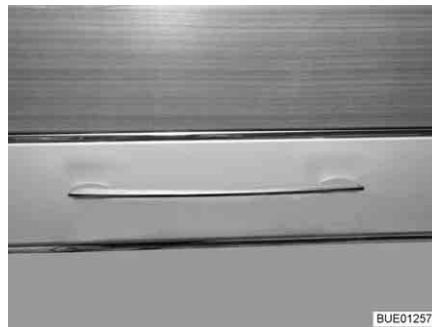

Fig. 35 Abattant de placard avec poignée (exemple)
- Tirer sur la poignée (Fig. 35) jusqu'à ce que l'abattant de placard s'ouvre.